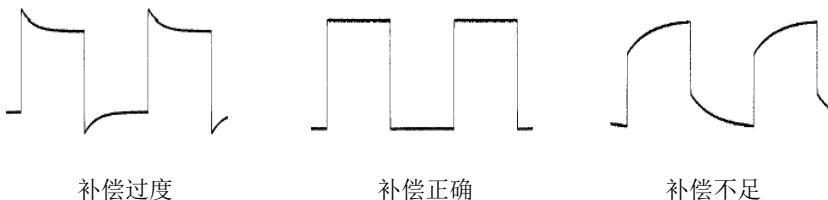

图 1-10 探头补偿
2. 检查所显示的波形形状并与图1-10所得波形进行对比。
3. 使用附件中提供的探头补偿调节棒调整探头上的低频补偿调节孔，直到显示的波形如上图1-10所示的“补偿正确”。